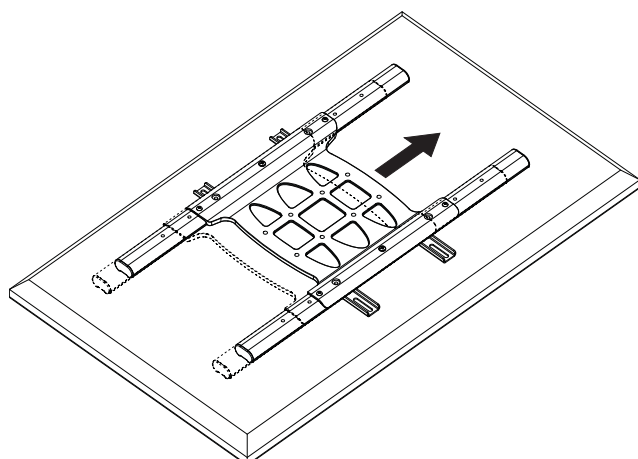
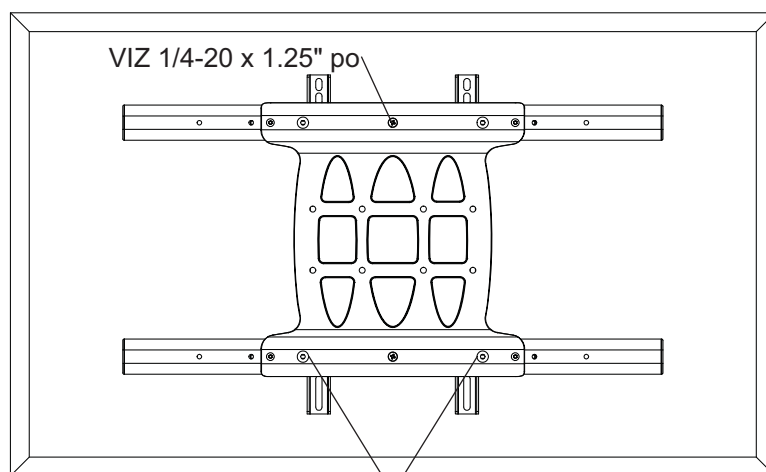

fig. 4.3
fig. 4.4
**4-4** Centrez les supports d'écran horizontalement à l'arrière de l'écran comme illustré à la figure 4.3. Serrez deux vis de 1/4-20 X 1,25 po. Réinstallez quatre vis 1/4-20 x 0,6 po à l'aide d'une clé hexagonale de 5 mm (I) dans la position d'arrêt appropriée comme illustré à la figure 4.4.